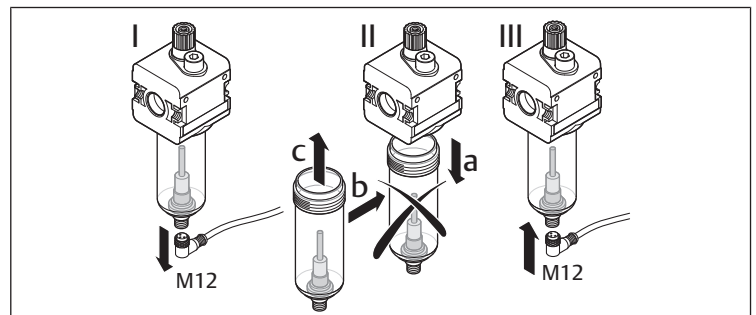

Bild 7: Byta behållare med sensor
→ Bild 7
▶ Lossa sensorns M12-hankontakt från anslutningshylsan på undersidan av oljebhållaren (→ Bild 7 I).
▶ Byt ut den gamla behållaren mot en ny behållare (→ Bild 7 II b, c).
▶ Anslut sensorn till anslutningshylsan på undersidan av oljebhållaren via en M12-hankontakt (→ Bild 7 III).